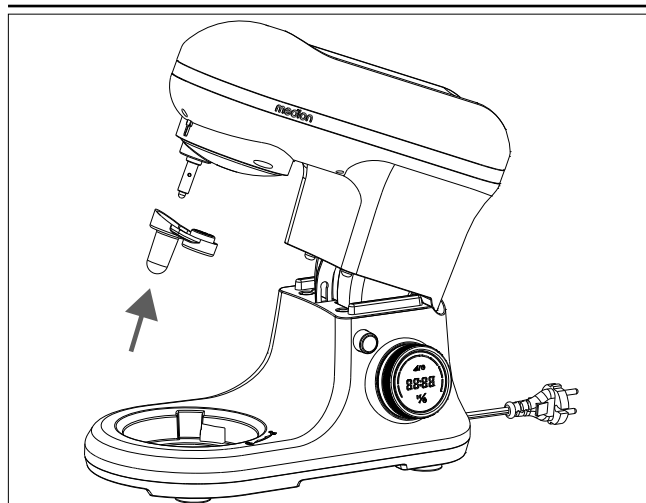

Fig. 8 – Fissare l'elemento di collegamento
- ▶ Posizionare l'elemento di collegamento sul supporto del braccio meccanico (vedere Fig. 8).